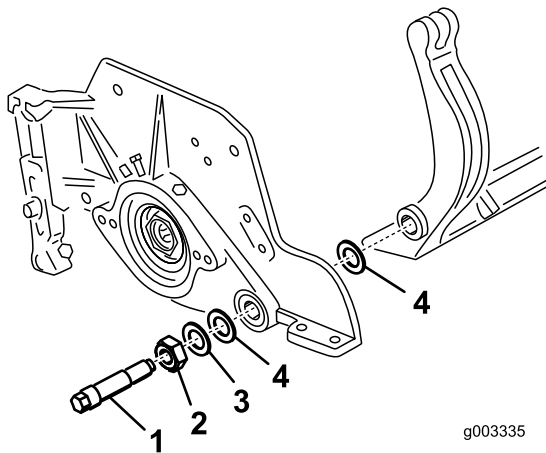

图31
**注意** 取下底刀架 图31两端的 2 个尼龙垫圈和 1 个冲压钢垫圈。
**注意** 将尼龙垫圈放在侧板凸起的两侧。在两个尼龙垫圈的外侧各放一个钢垫圈 图31。